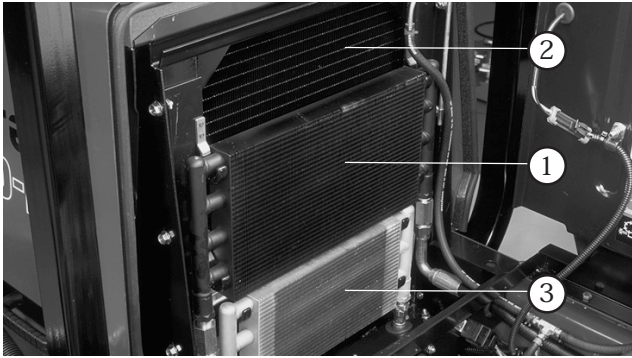

図 54
3. オイル・クーラー少し持ち上げて前に傾ける (図54)。オイル・クーラとラジエターの裏表を圧縮空気ですぐに清掃する。オイル・クーラを元に戻す。